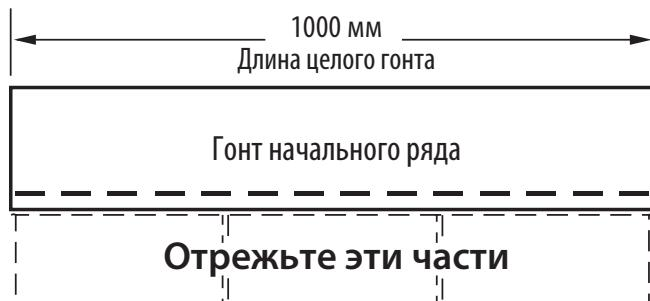

Рис. 10-13. Изготовьте гонты начального ряда, отрезав язычки.
1. Для укладки начального ряда используйте гонт Swiftstar или компании CertainTeed либо гонты, у которых отрезаны язычки (Рис. 10-13). Обратите внимание, что герметик на гонтах начальных рядов должен быть как можно ближе к краю карнизов крыши.
3. Продолжайте укладку начального ряда, монтируя целые гонты начального ряда вдоль карнизов (Рис. 10-13)
1. Для укладки начального ряда используйте гонт Swiftstar компании CertainTeed либо гонты, у которых отрезаны язычки (Рис. 10-13). Обратите внимание, что герметик на гонтах начальных рядов должен быть как можно ближе к краю карнизов крыши.
1. Для укладки начального ряда используйте гонт SwiftStar компании CertainTeed либо гонты, у которых отрезаны язычки (Рис. 10-13). Обратите внимание, что герметик на гонтах начальных рядов должен быть как можно ближе к краю карнизов крыши.